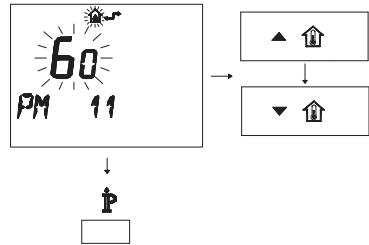

Figura 5.37
- Per modificare il SET programmato agire sui pulsanti ▲ **UP** o ▼ **DOWN** e aspettare che il numero programmato cominci a lampeggiare (Figura 5.37). Ogni passo incrementato o decrementato corrisponde a 1 secondi.